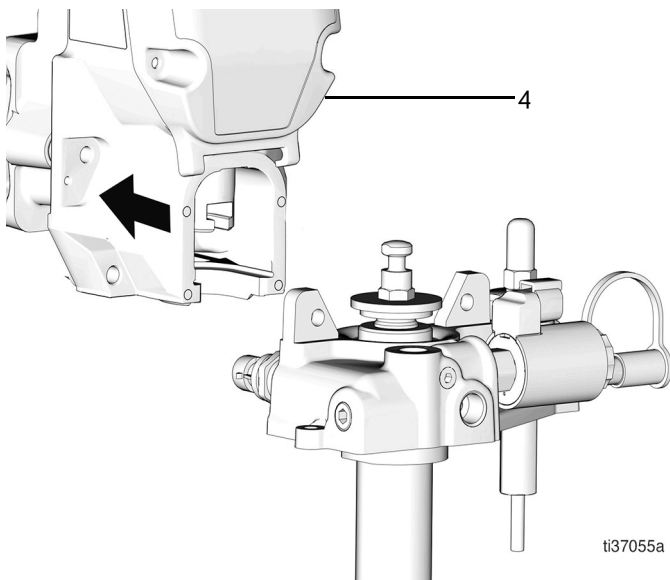

图 34
13. 向上拉下部，使其与齿轮头分离 (4) (图 34)。